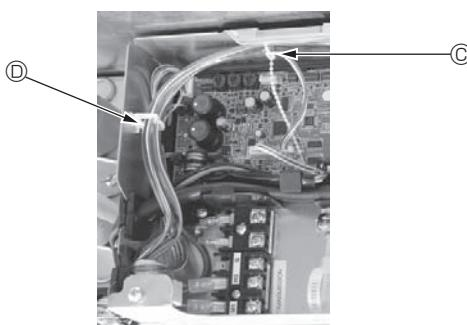

Fig. 6-15
- i-See sensör ve sinyal alıcı bağlantı kablolarnı fazla kısımlarını şemada gösterildiği gibi elektrikli aksam kutusunda kablo kıskacına yerleştirin ve kabloları hep beraber tespit malzemesi ile tespit edin. (Fig. 6-15)